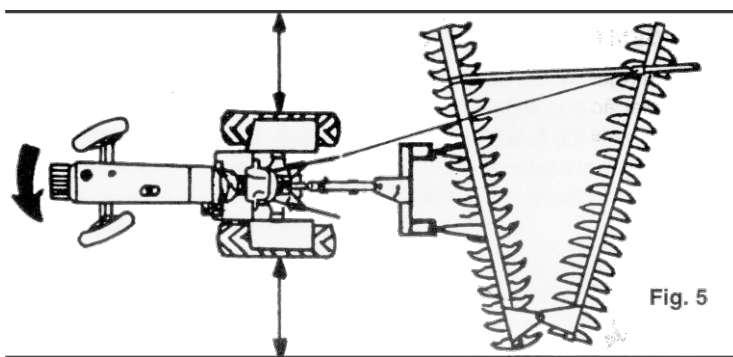

Fig. 5
- 8.2) O serviço de gradeação deve ser o mais adequado para cada tipo e tamanho de terreno. Entretanto, sempre o trator deve se movimentar em sentido anti horário, isto é, contrário aos ponteiros do relógio. Assim todas as curvas e manobras serão feitas sempre para a esquerda, vide fig.5.